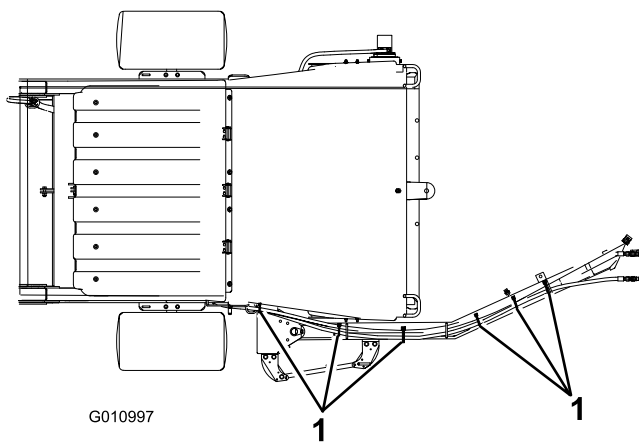
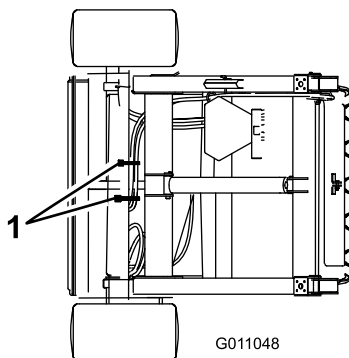

Bild 11
Bild 12
2. Befestigen Sie die Hydraulikschläuche und den Kabelbaum wie in Bild 11 & Bild 12 dargestellt.